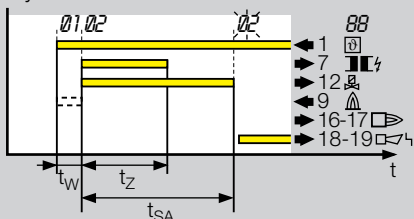

Fig. 3
**Anlauf ohne Flammenmeldung** (Fig. 3)
**Start-up without flame signal** (Fig. 3)
**Пуск без наличия сигнала пламени** (Fig. 3)